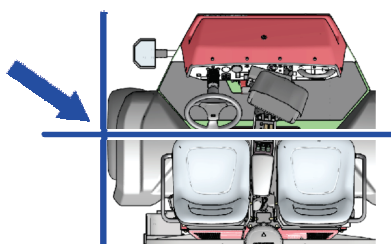

Figura 40
2. Alinhe a parte central externa da roda dianteira esquerda no ponto inicial do limite do novo campo (Figura 40).